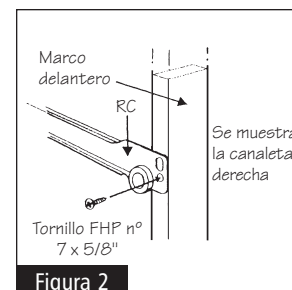

Figura 2
Coloque el ensamblaje de la canaleta derecha (RC, por sus siglas en inglés) y el de la canaleta izquierda (LC, por sus siglas en inglés) en el gabinete. Consulte la figura 2 para ver la apariencia y la posición correctas de la (RC). Presione las espigas en las abrazaderas plásticas posteriores para que atraviesen los orificios en la parte posterior del gabinete. Cuando estén en posición, fije cada canaleta al MARCO frontal del gabinete con los tornillos FHP nº 7 x 5/8". Fije las canaletas en el marco frontal a través del orificio inferior de la canaleta y los orificios perforados de fábrica en el marco. La cabeza del tornillo debe estar al ras de la canaleta.
Presione las espigas de las abrazaderas de montaje posterior instalables a través de los orificios en la parte posterior del gabinete. Deslice la parte posterior de la corredera de acceso completo en la abrazadera de montaje posterior instalable, en la ranura inferior (consulte la figura 2).